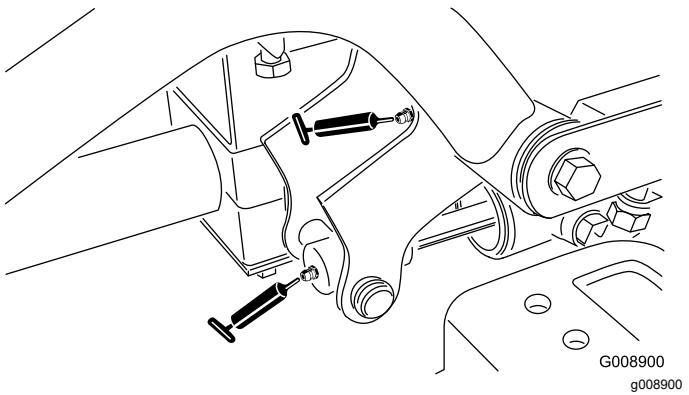

Figura 66
- Perno del braccio di sollevamento destro anteriore e cilindro di sollevamento (2 raccordi – Figura 66)